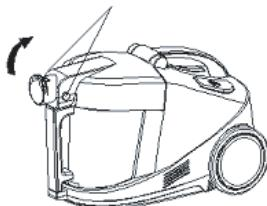

Рис. 1
- Нажмите кнопку фиксации и поднимите крышку контейнера для воды (Рис.1).
1. Нажмите кнопку фиксации и поднимите крышку контейнера для воды (Рис.1).